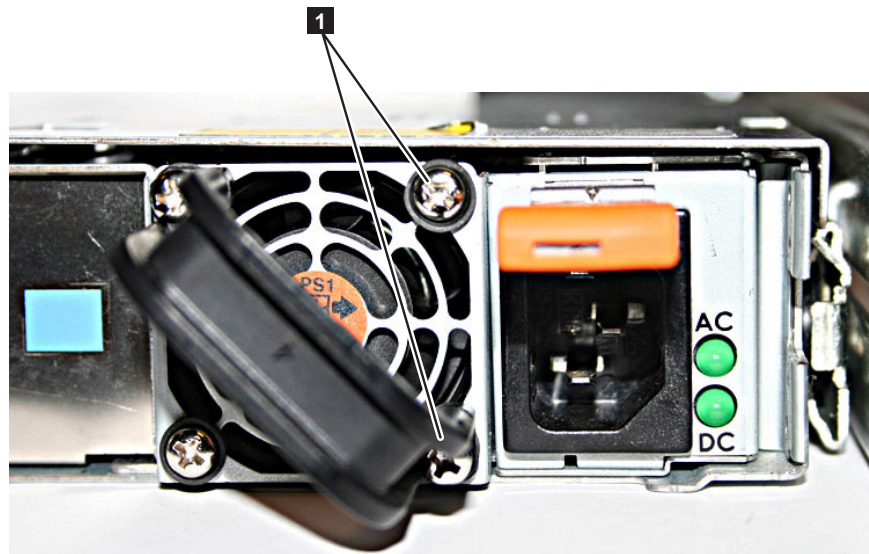

図 32. ケーブル保持ブラケットを取り付ける前の SAN ボリューム・コントローラー 2145-8G4
1. ノードの電源を切断し、電源ケーブルを取り外し、63 ページの図 32 に示されるように、電源機構ファン・ユニットを覆う背面板の右側の 2 つのねじ **1** を緩め、取り外します。